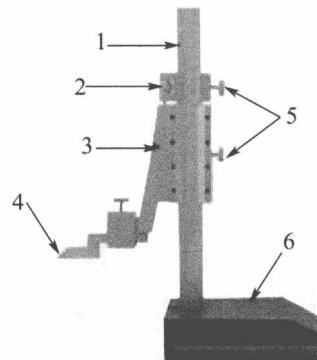

图 1-1-7 游标高度尺
(4) 游标高度尺——准确划线的工具，如图 1-1-7 所示。